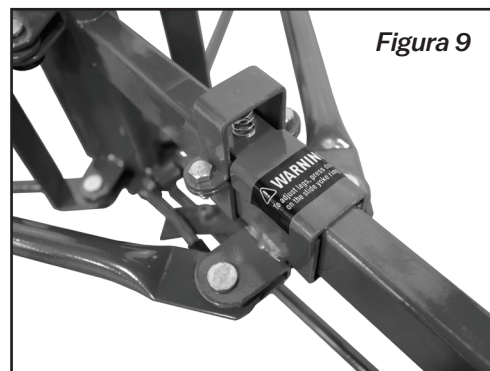

Figura 8
- Presione cada cruceta hacia adelante en el hueco hasta que la lengüeta del muelle en la parte inferior del brazo transversal encaje en su lugar (Figura 8).